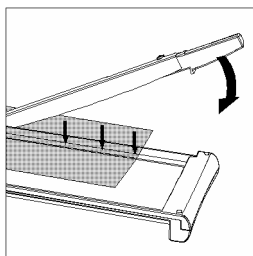

Figura 2
- 4 Allineare il materiale da tagliare nella posizione di taglio desiderata sotto al profilo pressore che va quindi spinto in basso (figura 2).
- 5 Per tagliare, portare con l'altra mano la leva in basso (figura 2).